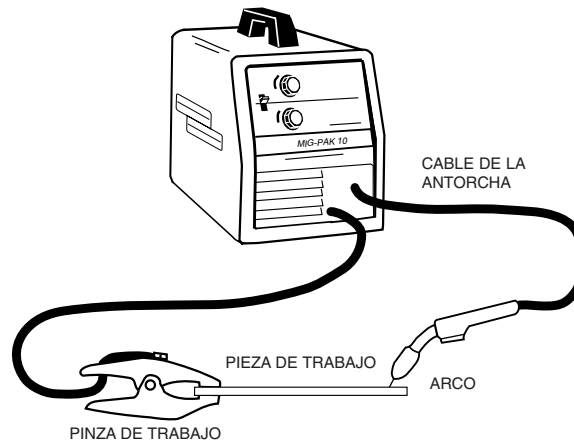

Figura 12
6. Vea la Figura 12. Conecte la pinza de trabajo al metal que se soldará. La pinza de trabajo deberá tener un buen contacto eléctrico con la pieza de trabajo. Asimismo, la pieza de trabajo deberá aterrizarse, según se establece al principio de este manual en "Precauciones de Seguridad de la Soldadura por Arco".